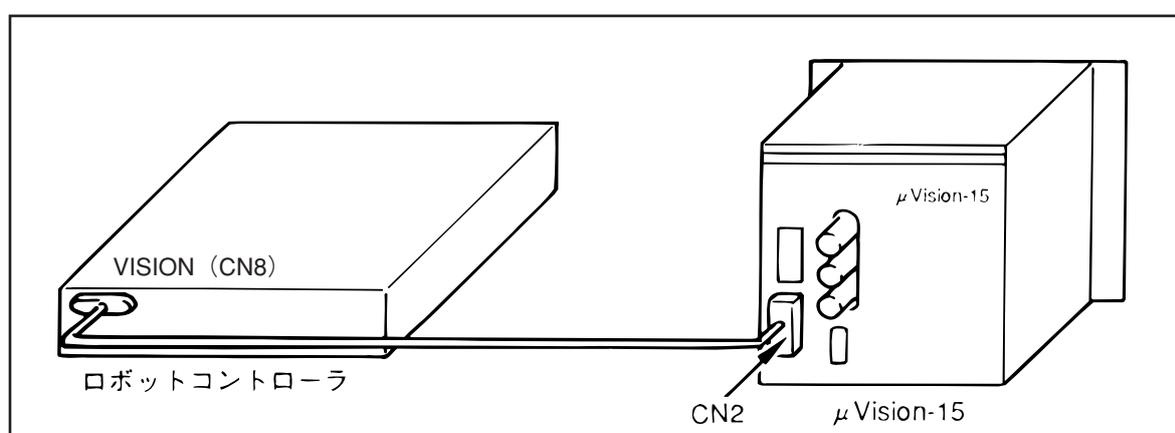

図4-9 接続方法
- ①コントローラと視覚装置の両方の電源が切れていることを確認してください。(ON状態の場合は、OFFにしてください。)
- ②図4-9に示すようにコントローラの「VISION」コネクタ(CN8)と視覚装置のコネクタCN2を通信ケーブルで接続します。